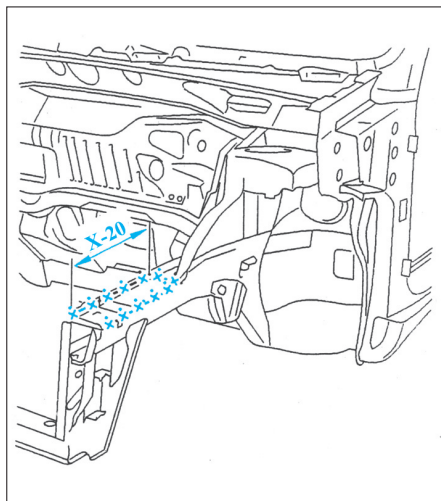

FIG. 26
- Tracer puis découper à l'aide d'une meule épaisseur 1 mm (coupe définitive) (Fig.26).